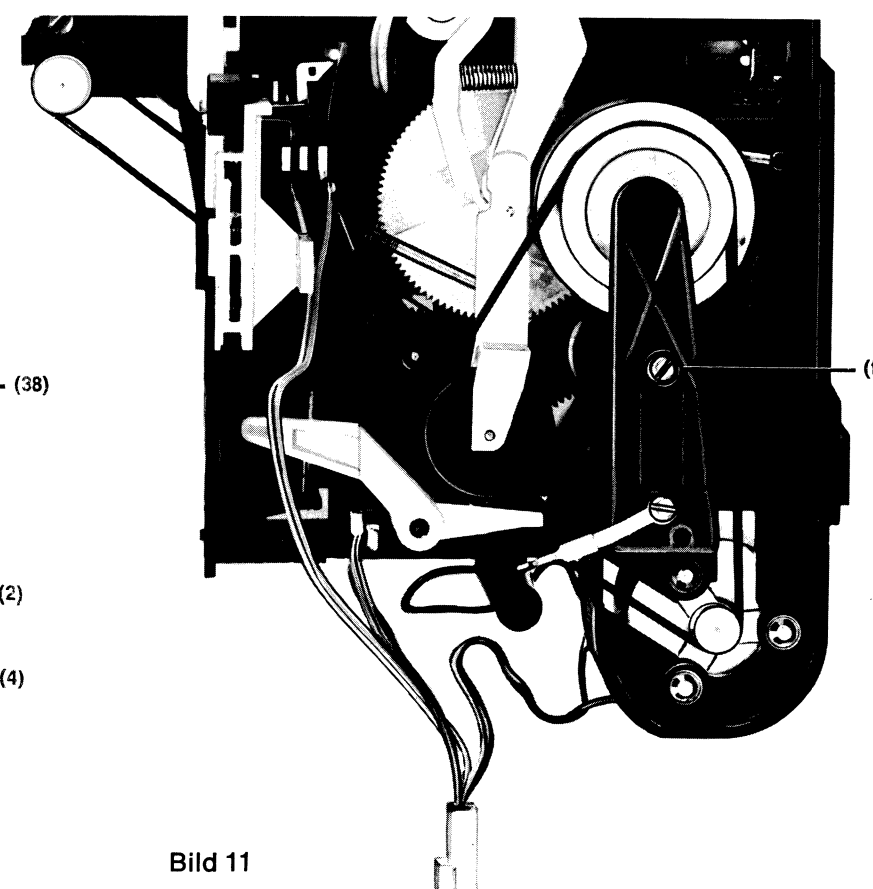

Bild 11
12. Schwungscheibe [Bild 11]
Bild 11 a